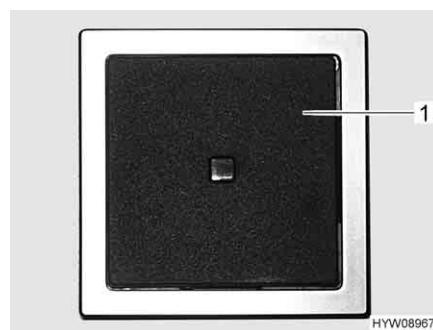

Fig. 139 Interruttore di comando (scaldaacqua)
Con l'interruttore di comando (Fig. 139,1) si inserisce la modalità di funzionamento elettrico. La spia di controllo nell'interruttore deve accendersi.
- Inserire l'interruttore di comando (Fig. 139,1). La spia di controllo nell'interruttore si accende. L'acqua nello scaldaacqua viene riscaldata a 65 °C.
- Spegnere l'interruttore di comando (Fig. 139,1). La spia di controllo nell'interruttore si spegne.
- Spegnere l'interruttore di comando (Fig. 139,1). La spia di controllo nell'interruttore non si accende.